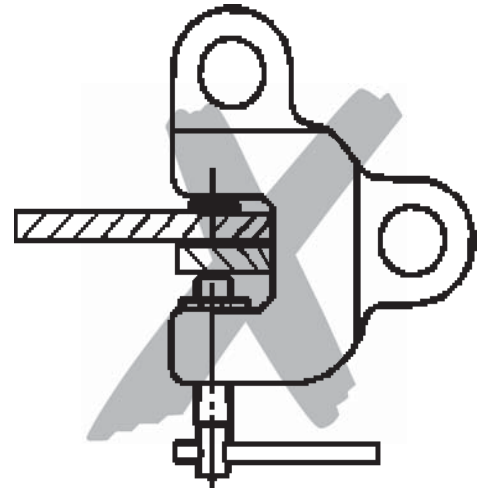

Fig. 2
- Mit dem Lastaufnahmemittel darf jeweils nur eine Blechtafel transportiert werden (Fig. 2).